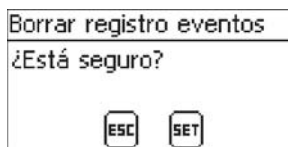

Fig. 10: Diálogo Borrar registro eventos
1. Pulsar »SET«. Aparece la fig. 10.